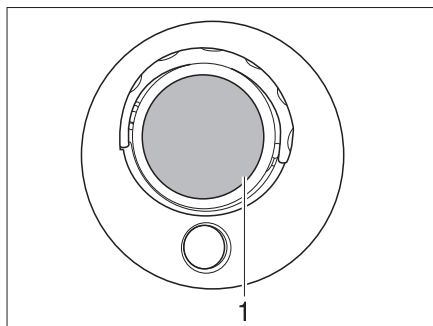

Fig. 258 Lampe halogène rapportée de la cabine de conduite (modèle I)
- Soulever prudemment le couvercle en verre (Fig. 258,1) avec un outil approprié (p. ex. tournevis) et le retirer.